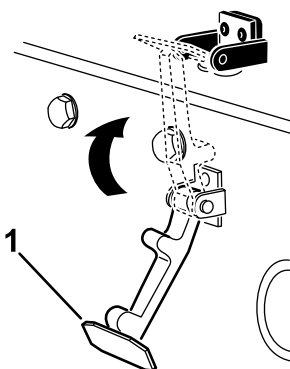

**Bild 35**
6. Nieten Sie die Halterungen und Scheiben an die Haube (Bild 35).